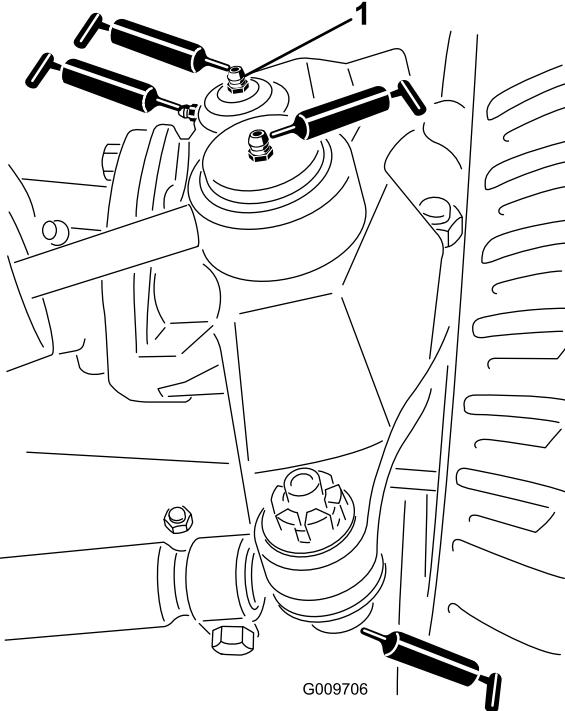

图34
- 转向油缸球窝接头2个如图34所示
- 横拉杆球窝接头2个如图34所示
- 主销轴套2个如图34所示